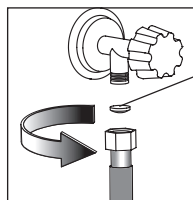
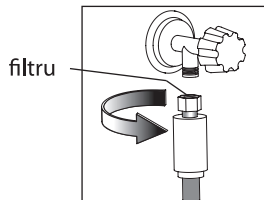
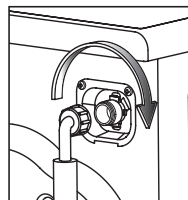

Figura 6
Figura 7
Figura 8
- A se verifica puritatea în furtunul de admisie în conformitate cu Figura 6 sau în furtunul de admisie cu sistem de protecție în conformitate cu Figura 7 (în funcție de configurație);
— Pentru a atașa furtunul la un niplu filetat de alimentare cu apă, în conformitate cu Figura 6 sau 7 strângeți puternic piulița cu miina așa cum se arată în Figura 8.